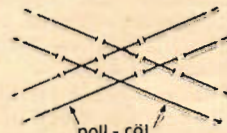

Fig. 8.
- Vid korsningar isoleras alla korsningspunkterna utom den som ligger mellan noll-rälererna (fig. 8).